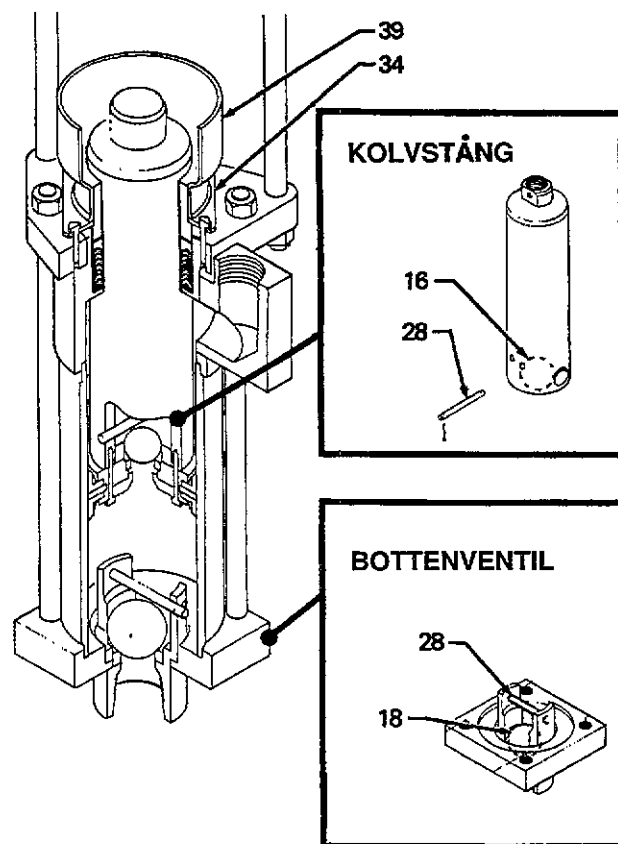

Fig 3
Kolvventilen och bottenventilen är fabriksinställda för pumpning med stort flöde och hög viskositet. För tunnare färger eller mindre flöde minska kulornas (16 & 18) spel genom att flytta pinnarna (28) till ett lägre hållpar. Se fig 3. Genom att minska kulspelet förhindras kavitation vid kolvens vandlagen. För litet kulspelet stryper flödet och minskar pumphastigheten. Se sidan 7 för nedmontering och service av pumpdelen.